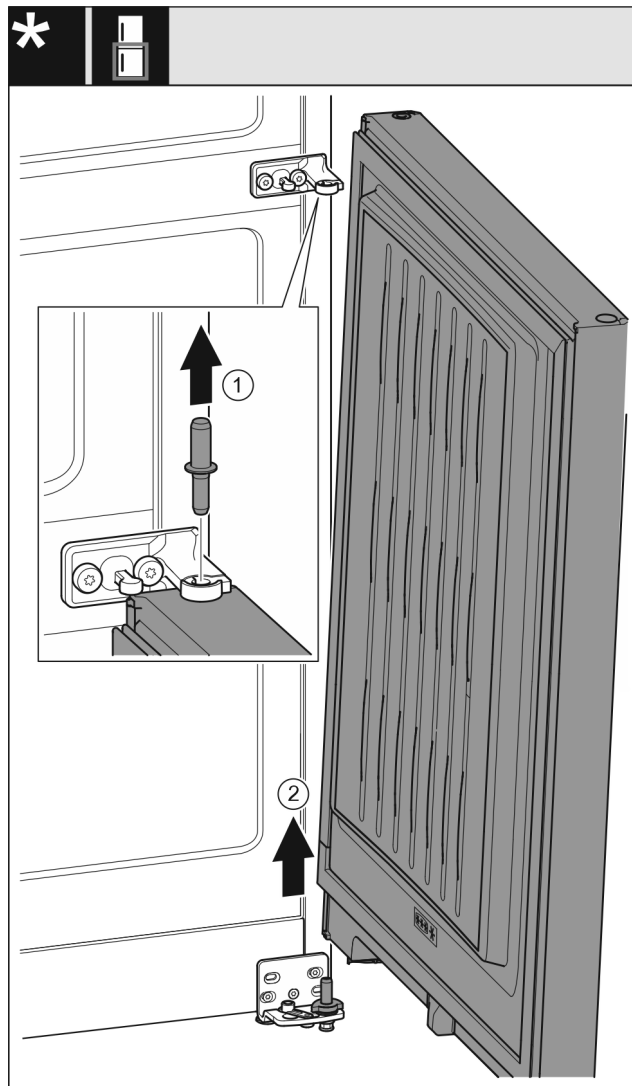

Fig. 9 Bez durvju amortizatora
- Izvelciet ārā tapu Fig. 9 (1) uz augšu.
- Atvirziet durvis Fig. 9 (2), pavelciet uz augšu un novietojiet malā.